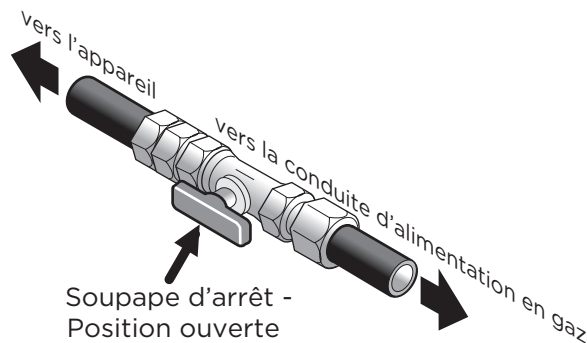

Figure 12: Soupape d'arrêt
La conduite d'alimentation doit être munie d'une soupape d'arrêt conforme, comme illustré en figure 12. Cette soupape doit être située dans la même pièce que la cuisinière et facilement accessible. Ne bloquez pas l'accès à la soupape d'arrêt du gaz. La soupape sert à ouvrir ou fermer l'alimentation en gaz de l'appareil.
2. Retirez le capuchon, la tête et la coupelle du brûleur (pour le brûleur double) de la base du brûleur. Reportez-vous à la figure 12.